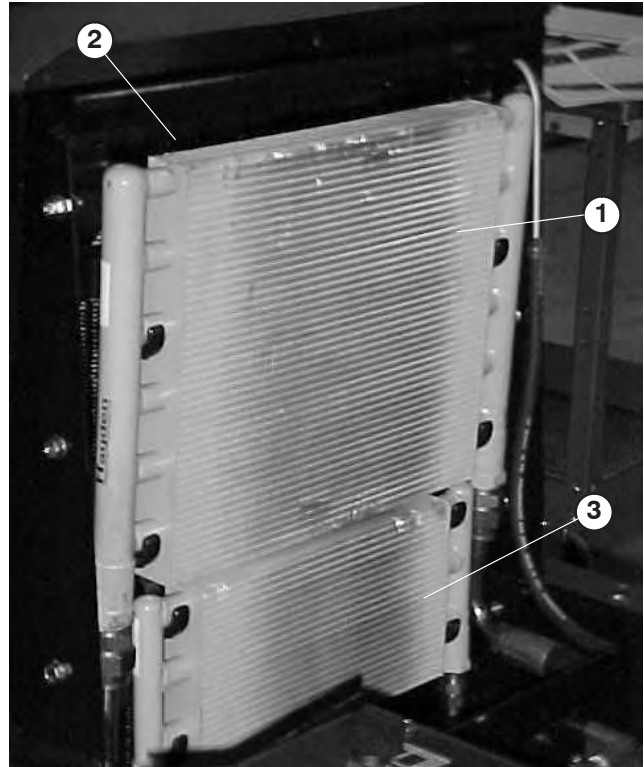

Figure 53
3. Soulevez légèrement les refroidisseurs d'huile et faites les pivoter en avant (Fig. 53). Nettoyez soigneusement les deux côtés des refroidisseurs et la surface autour du radiateur à l'air comprimé. Rabattez les refroidisseurs d'huile en position,